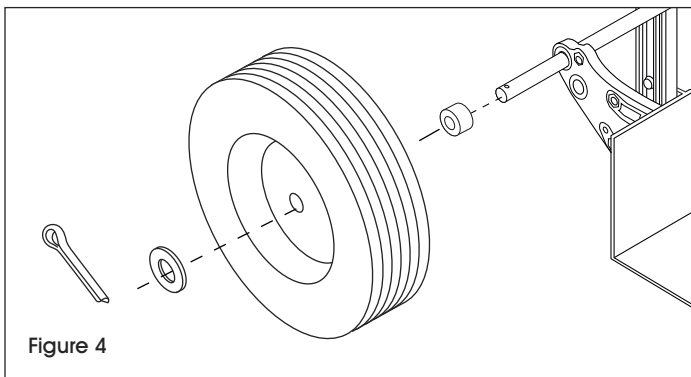

Figure 4
3. Slide a spacer onto each end of the axle. Slide a wheel onto each end of the axle. Slide a washer onto each end of the axle. (See Figure 4)
4. Insert a cotter pin through the holes in each end of the axle. Bend cotter pins using pliers to secure wheels. Wheels should spin freely. (See Figure 4)
3. Enfilez une entretoise à chaque extrémité de l'essieu. Enfilez une roue à chaque extrémité de l'essieu. Enfilez une rondelle à chaque extrémité de l'essieu. (Voir Figure 4)
4. Insérez une goupille fendue dans le trou à chaque extrémité de l'essieu. Repliez les goupilles à l'aide de pinces afin de fixer les roues en place. Les roues doivent tourner librement. (Voir Figure 4)